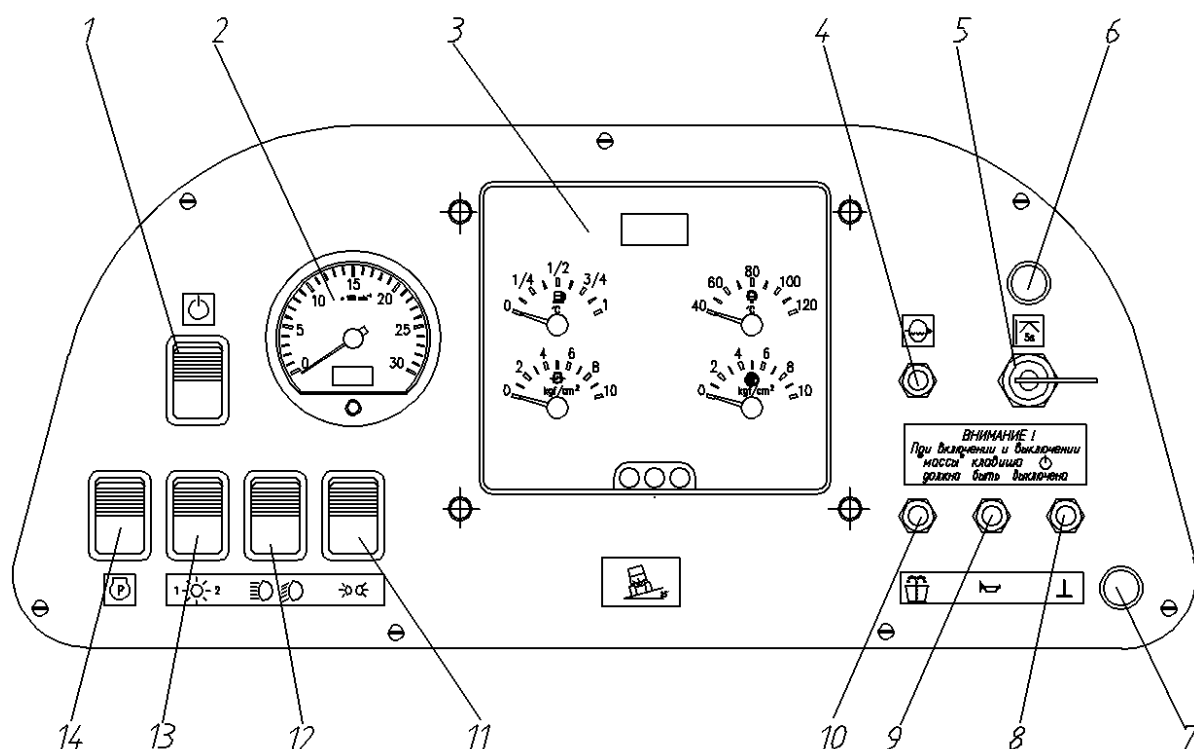

Рисунок 7 – Щиток приборов трактора Агромаш-90ТГС
- На щитке приборов трактора Агромаш-90ТГС (рисунок 7) установлены: